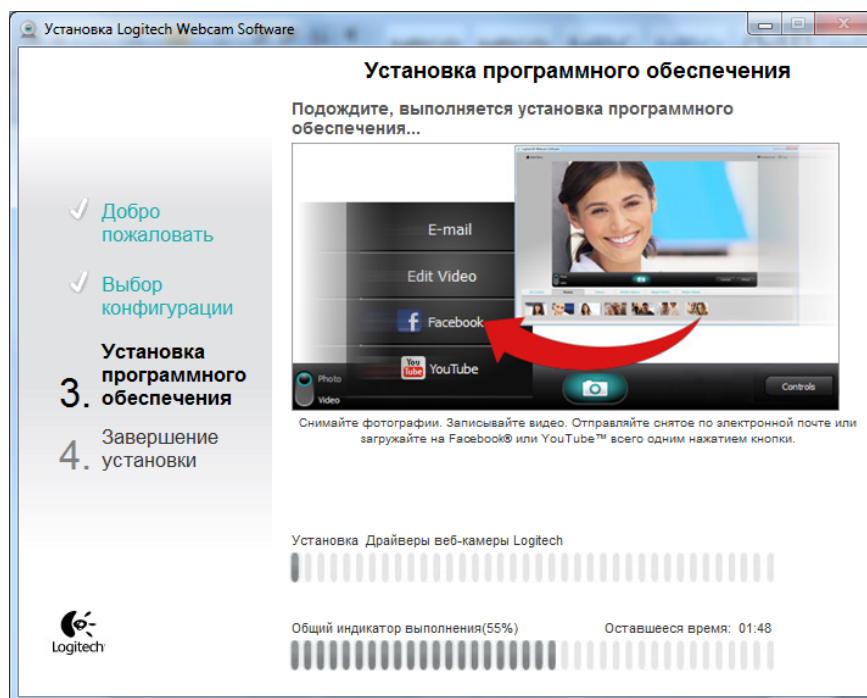

Рисунок 15.5
5. Дождаться окончания установки драйвера (Рисунок 15.5)